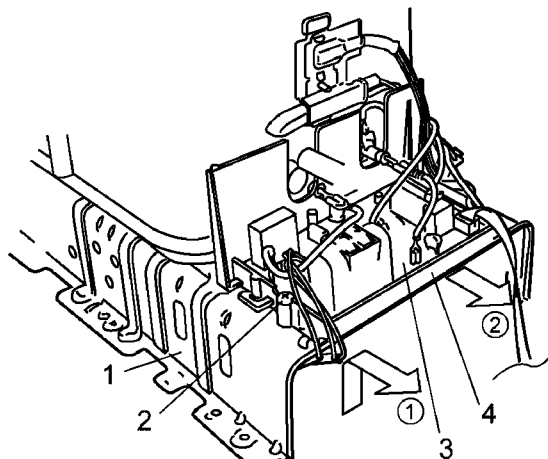

Рис. 9
6. Снять блок держателя печатной платы (Рис. 9)